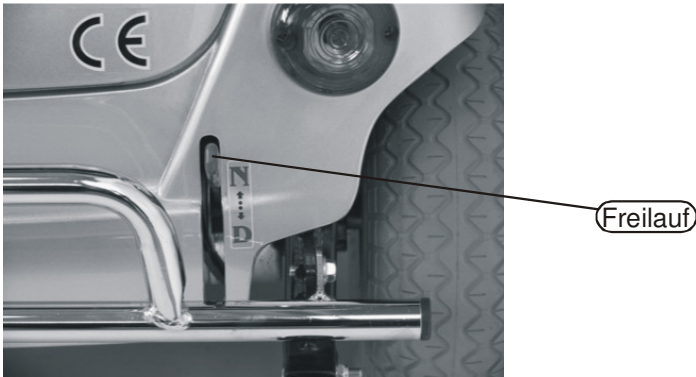

Bild 6
7. Freilaufeinrichtung (Bild 6)